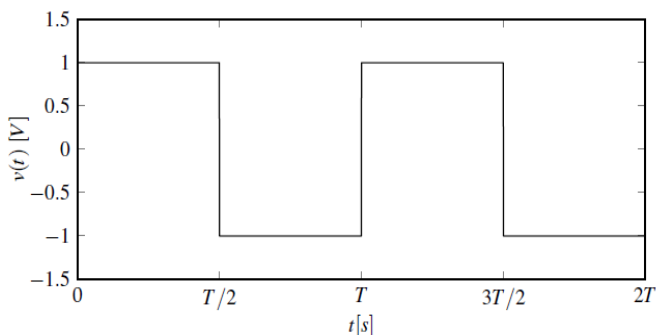

Figura 1. Formas de onda de $v(t)$.
- 2.6. Escribir la serie de Fourier para el voltaje periódico $v(t)$ de la Figura 1. Compare el resultado obtenido con los coeficientes a_n y b_n (hasta $n = 3$) calculados en el ejemplo presentado en el ANEXO. Luego, calcule el valor eficaz del voltaje $v(t)$ de la figura anterior usando las ecuaciones consultadas en el numeral 2.2, realice la aproximación utilizando 7 coeficientes.